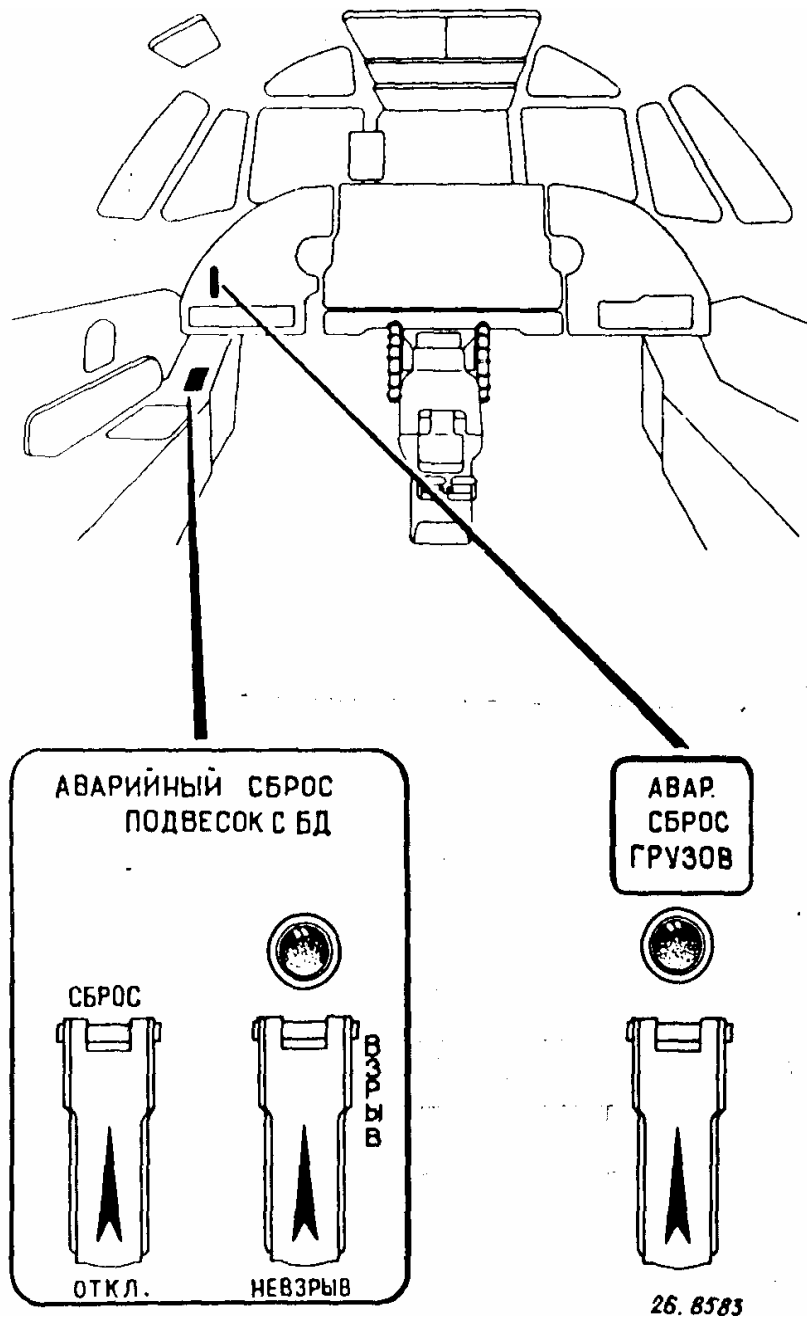

Рис. 7.3. Расположение органов управления аварийным сбросом грузов на рабочем месте командира экипажа
- переключатель аварийного сброса на рабочем месте командира экипажа (рис. 7.3) установить в положение "АВАР. СБРОС ГРУЗОВ", откроется грузовой люк, загорятся сигнальные лампы аварийного сброса грузов у командира экипажа и штурмана, цепи транспортера начнут перемещаться. Одновременно включается уборка швартовочных лямок. В крайнем заднем положении цепи транспортера остановятся, погаснут сигнальные лампы аварийного сброса грузов, отключится электромеханизм уборки швартовочных лямок.